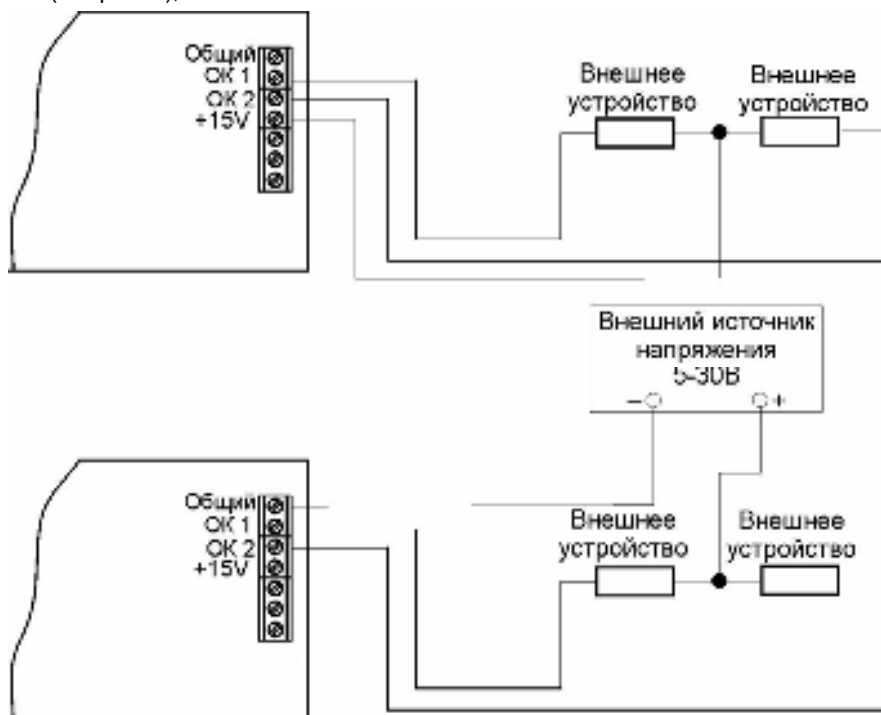

Рисунок 3 - Схема подключения внешних устройств автоматики или внешних цепей индикации к выходам «ОК1» и «ОК2»
- подключить, при необходимости, внешние устройства автоматики или внешние цепи индикации к выходам типа открытый коллектор «ОК1» и «ОК2» (см. рис. 3);